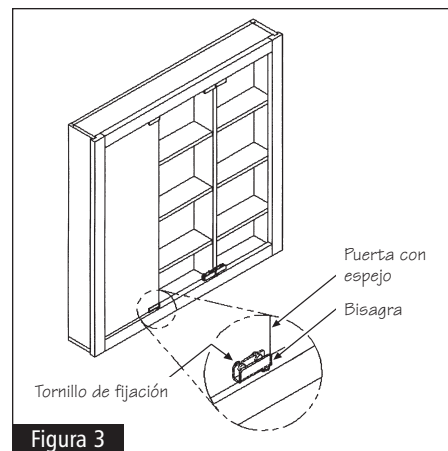

Figura 3
- 3** Inserte las puertas en las bisagras de modo que el borde de la puerta quede alineada con el borde de la bisagra. Apriete los tornillos que colocó en la parte posterior de la bisagra, teniendo cuidado de no apretarlos demasiado, ya que puede dañar la puerta. Vea la figura 3.